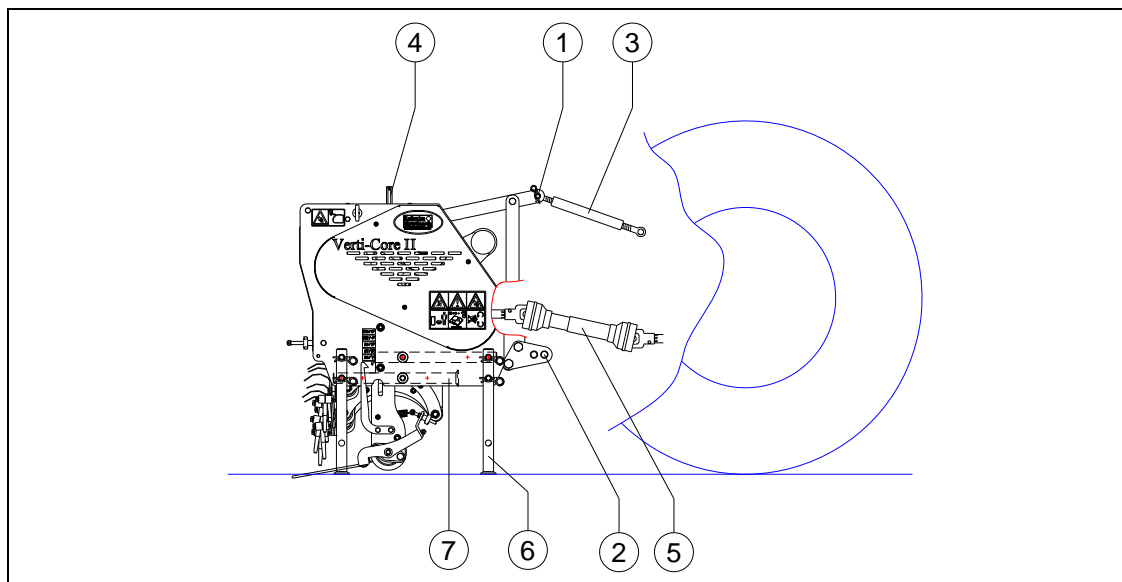

Bild 11
Metoden är följande: (Bild 11)
Om Verti-Core II-maskinen inte har monterats ordentligt bakom traktorn, se kapitel 4, bild 11, kan olika vinklar på kraftöverföringsaxeln orsaka vibrationer i maskinens drivning. Dessa vibrationer kan skada maskinen och påverkar hålmönstret i marken på ett negativt sätt.
⚠ Se till att den översta stängen (3), se bild 11, har kopplats på och är spänd i transportläget.